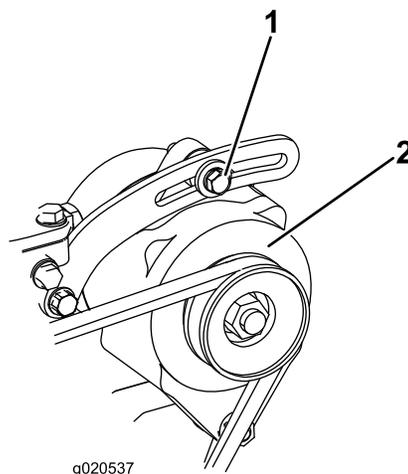

Figura 81
1. Desaperte os parafusos de fixação do alternador (Figura 81).